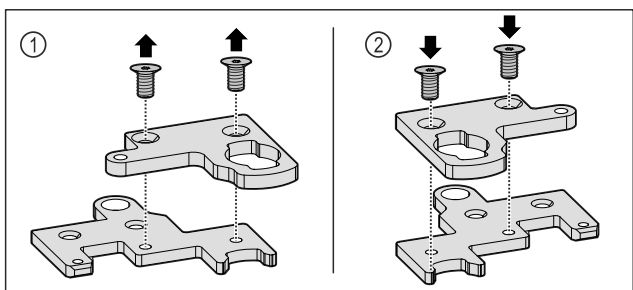

Fig. 35
- ▶ Zdemontować dwuczęściowy zawias. Fig. 35 (1)
- ▶ Ponownie zamontować dwuczęściowy zawias obrócony o 180°. Fig. 35 (2)